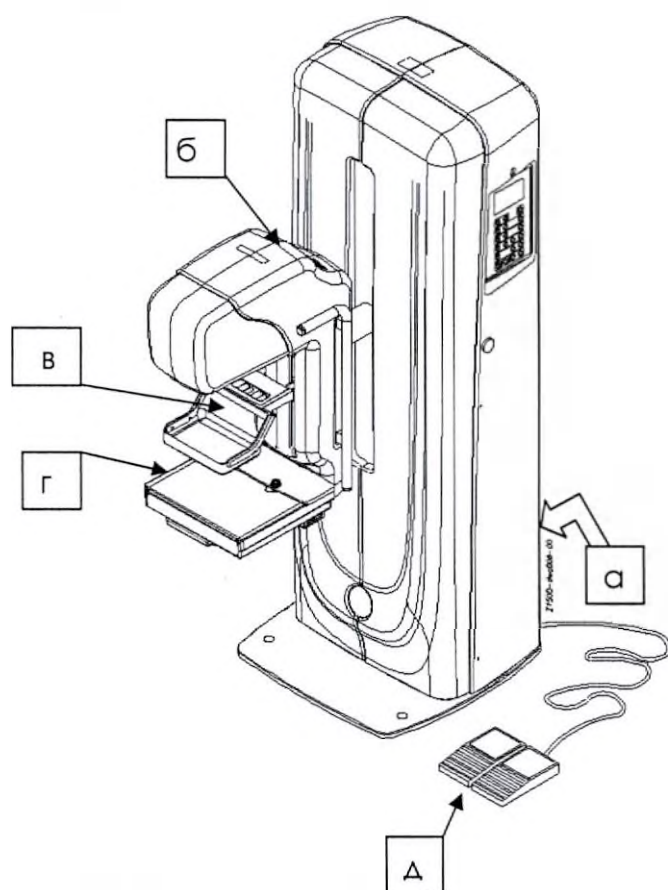

Рисунок 4.2 - Схема расположения
1.4.7 Маркировка стойки-штатива располагается на задней нижней стороне аппарата (Рисунок 4.1 а, Рисунок 4.2 а). Маркировка ширмы рентгенозащитной располагается на ее передней нижней части (Рисунок 4.3 е, Рисунок 4.4 е).
1.4.8 Маркировка блоков, не доступных после полной сборки, произведена на внешних кожухах закрывающих данные блоки. (Рисунок 4.1 б, г, Рисунок 4.2 б, г)